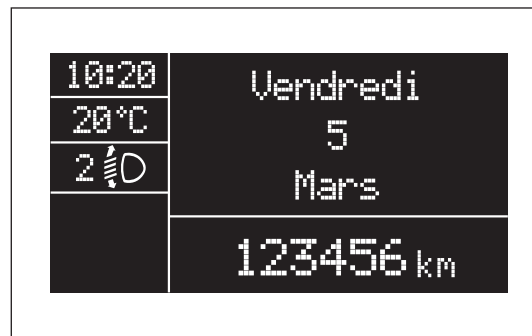

fig. 94
- ☐ Page-écran standard : fig. 94.